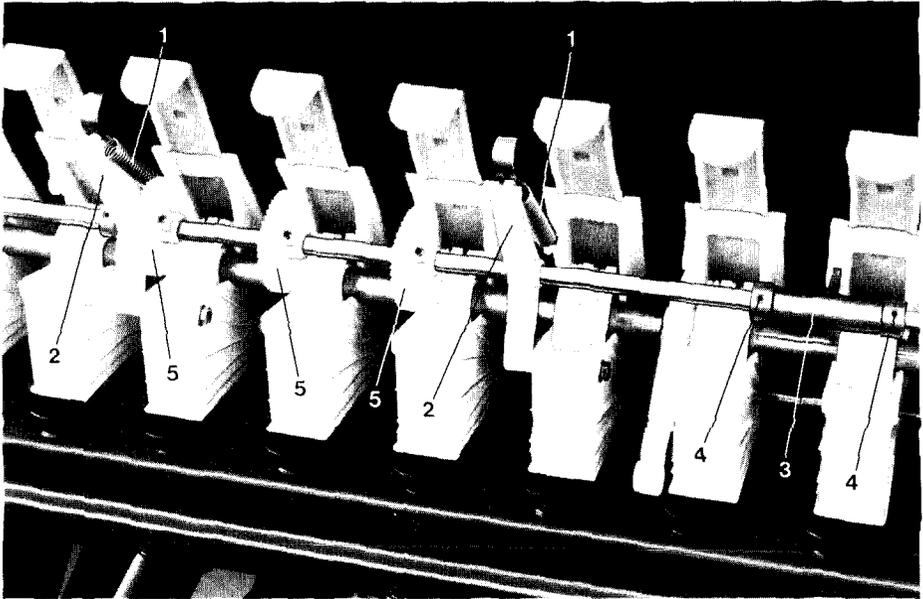
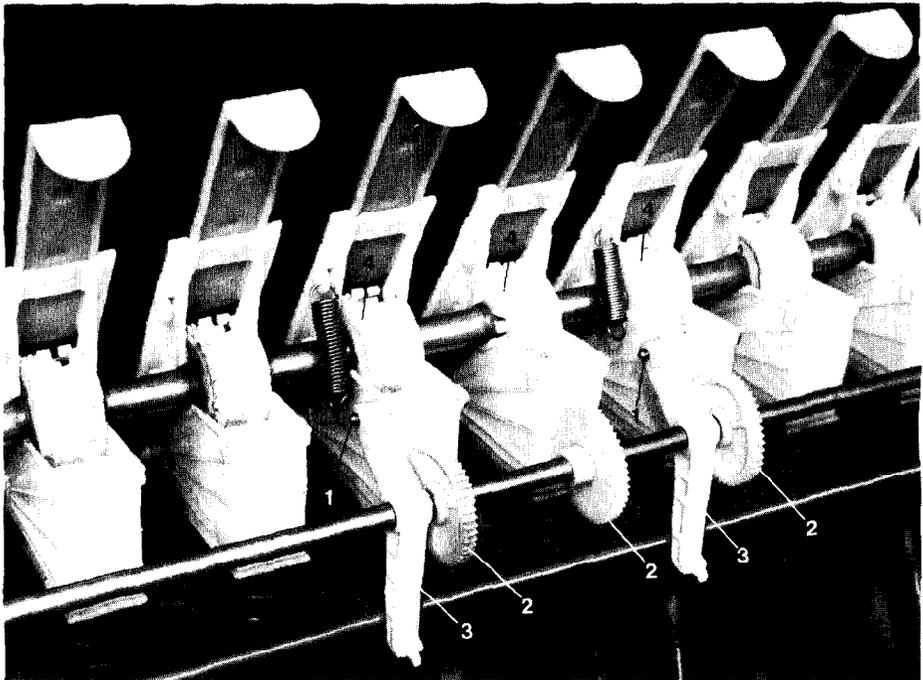

Fig. 76
Fig. 77
- Zugfedern (Fig. 76/1) zwischen Sägehäusen und Schwenklagern (Fig. 76/2) lösen und die Vorgelegewelle nach hinten abklappen (Fig. 77).
- Eine Halterung (Fig. 76/3), die die Vorgelegewelle axial sichert, greift in eine Aussparung am Sägehäuse. Diese Halterung wird beim Abklappen der Vorgelegewelle aus der Aussparung herausgezogen und ist nach erfolgter Montage in der gleichen oder in einer Aussparung der nebenliegenden Sägehäuse zu befestigen. Die Halterung (Fig. 76/3) wird axial durch Stellringe (Fig. 76/4) auf der Vorgelegewelle gesichert.
- Skt.-Schrauben (Fig. 77/1), mit denen die Schwenklager rechts und links neben den Fahrgassensägehäusen befestigt sind, lösen.
- Schwenklager (Fig. 77/3) und Kunststoffantriebsritzel (Fig. 77/2) auf der Vorgelegewelle verschieben.
- Mitnehmerschrauben (Fig. 77/4) der neuen Fahrgassensäräder lösen, bis diese sich frei auf der Säwelle drehen lassen.
- Schwenklager (Fig. 77/3) rechts und links neben den Fahrgassensägehäusen befestigen und Zugfedern von den Schwenklagern zu den Sägehäusen einhängen.
Die Montage der Kunststoffantriebsritzeln (Fig. 76/5) erfolgt nach Punkt 16.4. Die Vorgelegewelle ist nur auf der rechten Maschinenseite mit Kunststoffantriebsritzeln zu bestücken. Die Antriebsritzeln sind auf der Vorgelegewelle so zu montieren, daß der Abstand der Fahrgassensräder, gemessen von der rechten äußeren Maschinenseite, eine halbe Schlepperspur beträgt. Bei Arbeiten mit der Vorauflaufmarkierung ist die linke Spuranreißerscheibe zu demontieren.